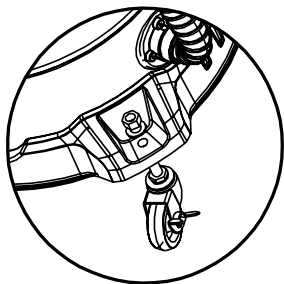

Fig. 4 – Montagem das rodas pequenas
- Encaixe o eixo do rodízio no orifício da base do aspirador (Fig. 4).